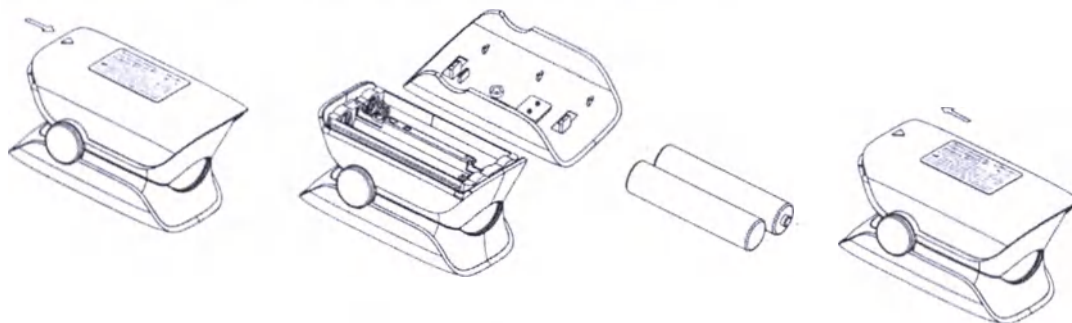

Рисунок 3.
1) Сдвиньте крышку батарейного отсека в направлении, указанном стрелкой (Рисунок 3).